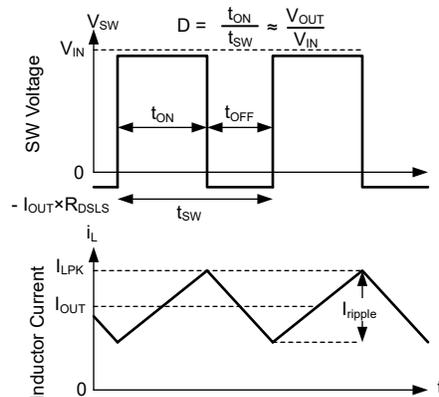

図 7-10. 連続モード (CCM) における SW 電圧とインダクタ電流の波形
TPSM656x0 の以下の動作の説明は、セクション 7.2 と 図 7-10 の波形を参照しています。両方とも、内蔵ハイサイド (HS) およびローサイド (LS) NMOS スイッチを各種デューティ サイクル (D) でオンにすることで、制御された出力電圧を供給します。HS スイッチのオン時間の間、SW 端子の電圧 (V_{SW}) は V_{IN} の付近までスイングし、インダクタ電流 (i_L) は線形的な傾きで増加します。HS スイッチは、制御ロジックによってオフにされます。HS スイッチのオフ時間 (t_{OFF}) の間、LS スイッチはオンにされます。インダクタ電流は LS スイッチを通して放電され、LS スイッチの両端の電圧降下によって V_{SW} をグランドより低い電圧まで強制的にスイングさせます。一定の出力電圧を維持するため、レギュレータ ループはデューティ サイクルを調整します。D は、HS スイッチのオン時間をスイッチング周期で割った値として次のように定義されま